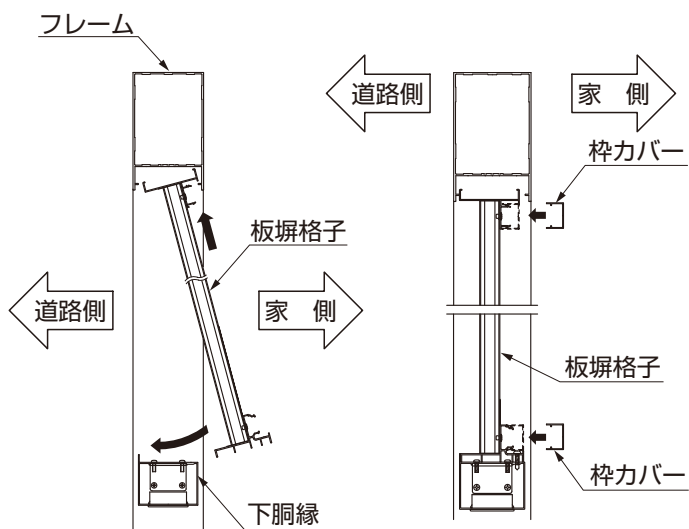

図5-5
- ①板塀格子を上側からフレームに差込み、下胴縁に乗せて【1-3】で取付けてください。(図5-5参照)
- 板塀格子は家側からフレームに組み込んでください。(図5-5参照)